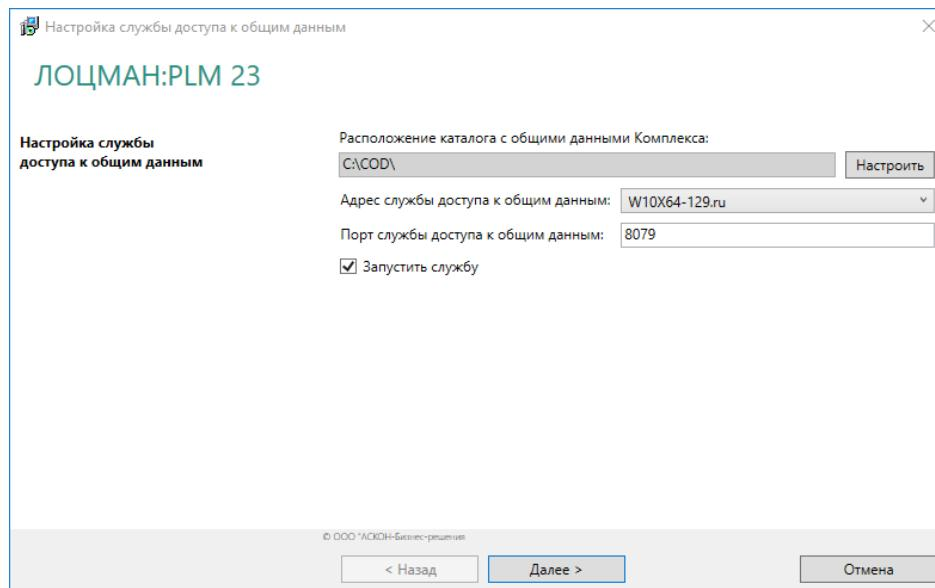

Рис. 4.17
1. В окне мастера (рис. 4.17) справа от поля **Расположение каталога с общими данными Комплекса** (поле нередактируемое, предназначено для информации) нажмите кнопку **Настроить**. В открывшемся стандартном диалоге Windows настройте доступ к сетевому ресурсу каталога с общими данными (см. табл. 4.2 на с. 63).